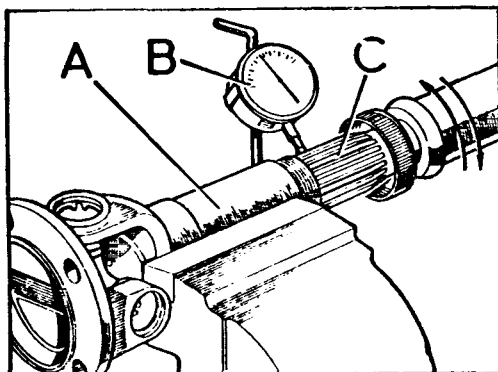

Fig. D-13 Verificación del huelgo circunferencial
- 2.4. Provisionalmente, se montarán el manguito y el árbol, alineando las flechas de referencia, y se situará un micrómetro de esfera, B (Fig. D-13), sobre el diámetro externo del árbol estriado, comprobándose el desplazamiento circunferencial entre el manguito y el eje. Este desplazamiento no debe ser superior a 0,004" (0,1 mm). Caso de ser mayor, habrá que sustituir el árbol completo.